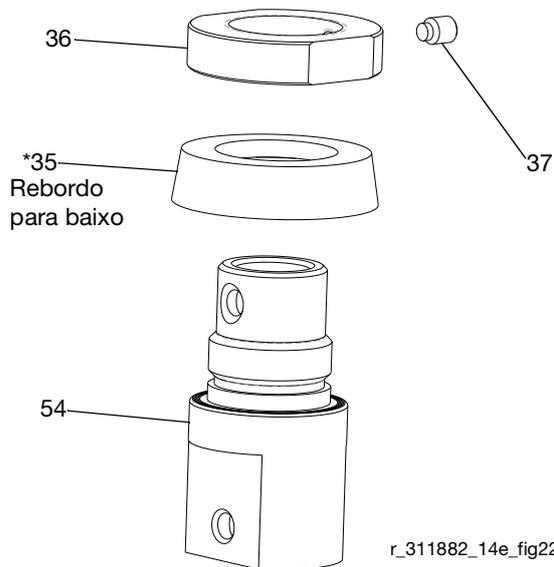

FIG. 22
11. Desaperte o parafuso de ajuste (37) do colar (36). Retire o colar da caixa do pistão (54). Retire o vedante (35*). Inspeccione todas as peças para verificar se existe dano. Consulte a FIG. 22.